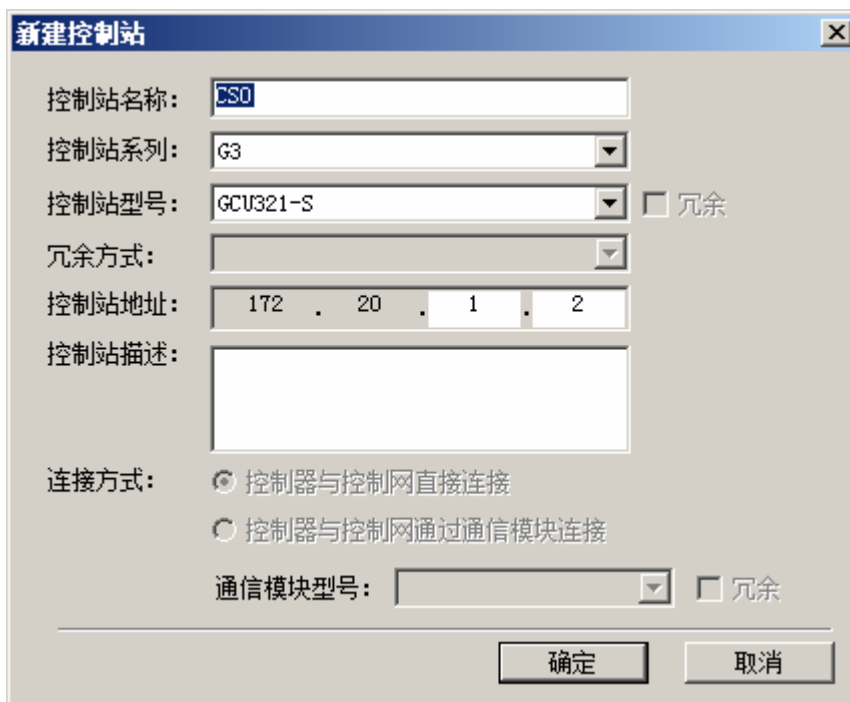

图 4-2 新建控制站对话框
- 右键单击树形节点中的“控制网”或网桥模块，在其右键菜单中单击“添加控制站”或单击工具栏，弹出“新建控制站”对话框，如图 4-2所示。